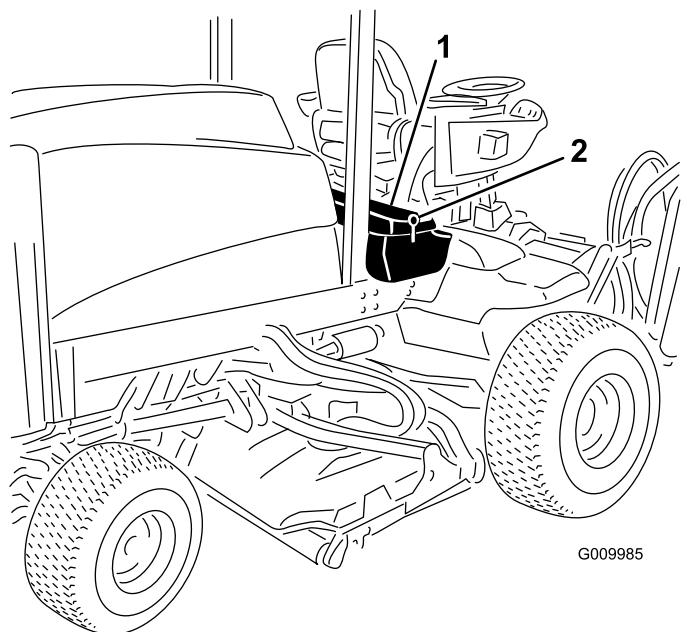

図 74
1. 運転席のコンソールパネルのラッチを外して持ち上げる 図 74。